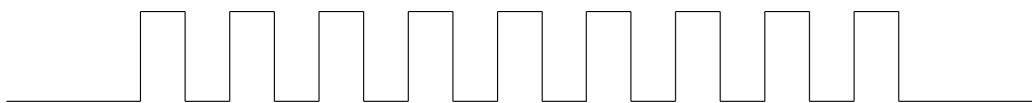

图 38.5-2. 主机时钟正向波形
- **场景二：** 主机发送的时钟非自由运行时钟，且其时钟波形如图 38.5-2 所示。
**要求：** 此时主机在输出前需要对原时钟进行取反，将其转换成图 38.5-2 所示的波形。